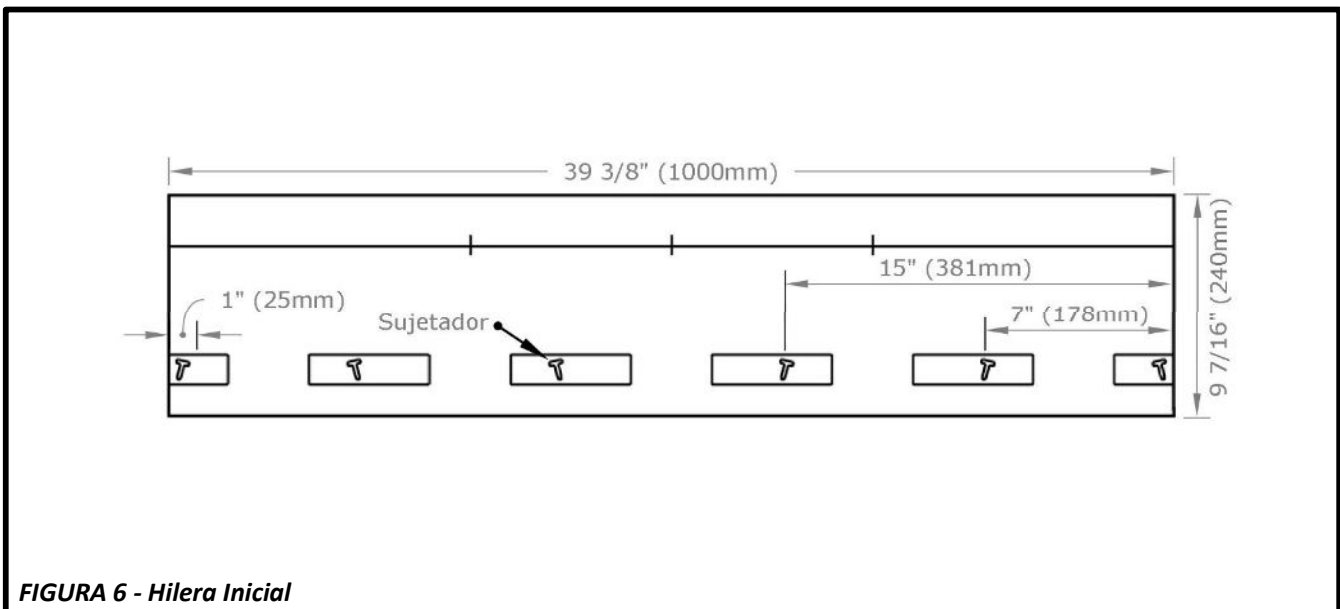

FIGURA 6 - Hilera Inicial
- FWAVE requiere el uso de una teja inicial REVIA® para asegurar la impermeabilización y la estética adecuadas. Consulte la **Figura 6**.